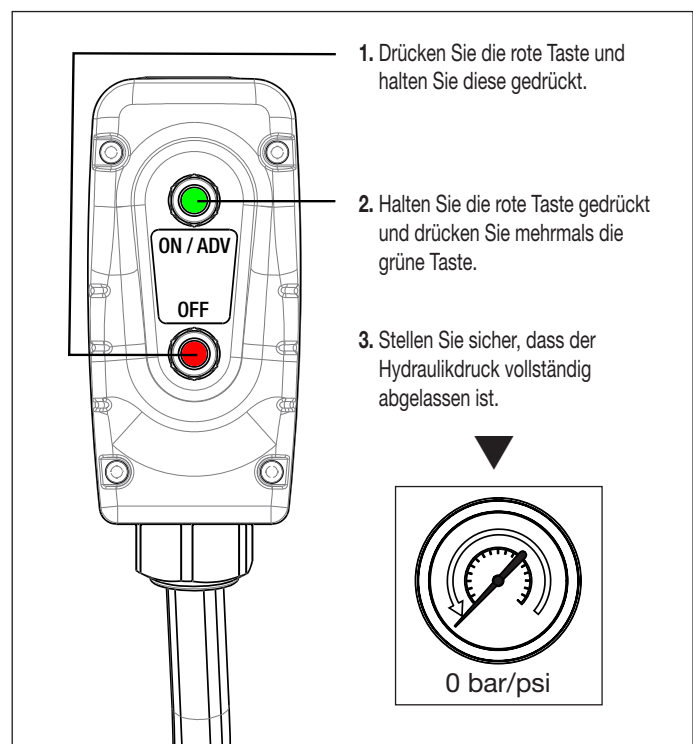

Abbildung 8: Hydraulikdruck ablassen
- Drücken und halten Sie die rote OFF-Taste, während Sie die grüne ON/ADV-Taste mehrmals drücken und wieder loslassen. Siehe Abbildung 8.
- Stellen Sie sicher, dass das Druckmanometer Null (0) bar/psi anzeigt. Lassen Sie dann die rote OFF-Taste los.